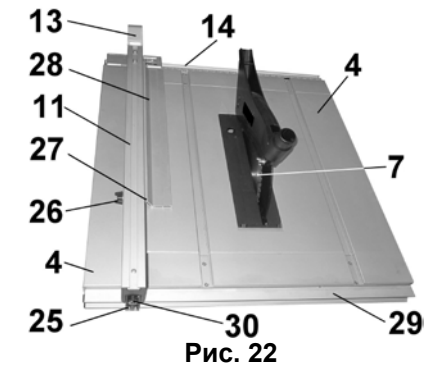

Рис. 22
10.6. Установка параллельного упора на нужный размер (Рис. 22)